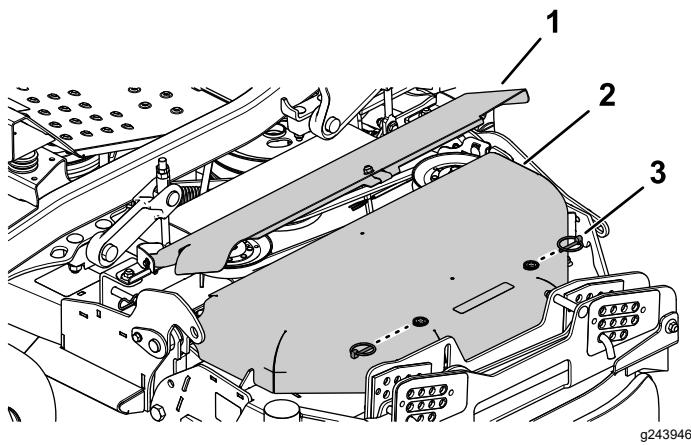

Figure 58
4. Enlevez les deux goupilles à anneau du couvercle de courroie extérieur et déposez ce dernier (Figure 58).
5. Faites pivoter le couvercle de courroie intérieur vers le haut (Figure 58).